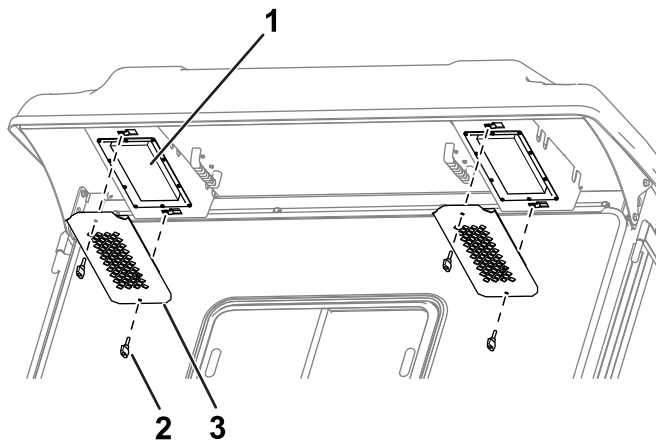

Figura 118
1. Retire los pomos y las rejillas del reborde trasero de la cabina (Figura 118).
4. Utilice los pomos y las rejillas para instalar los filtros en la cabina (Figura 118).